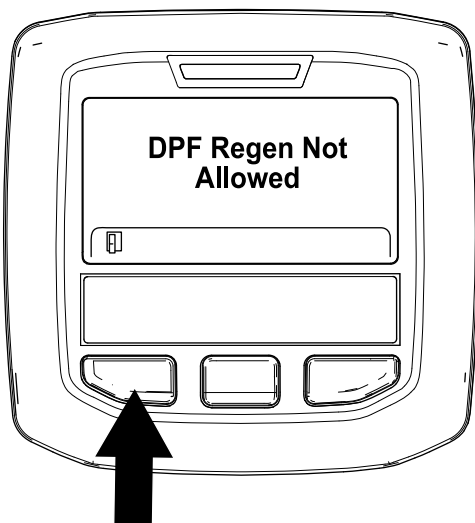

Figura 49
- Si el ordenador del motor no permite el proceso de regeneración, aparece el mensaje “DPF Regen Not Allowed” (Regeneración de DPF no permitida) en el InfoCenter (Figura 49). Pulse el botón de la izquierda para salir a la pantalla de inicio.